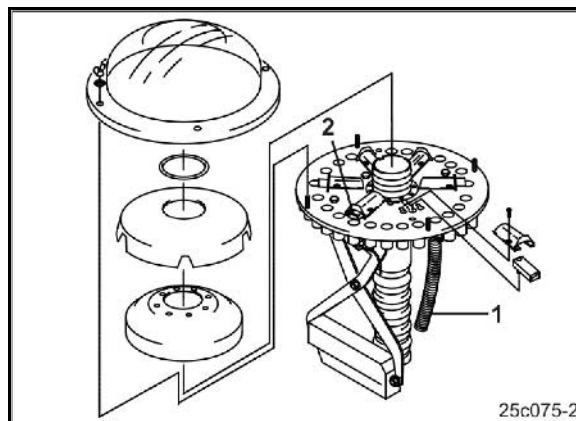

Рис. 117
В случае ненадобности заслонки (Рис. 117/2) деактивируйте.
5. Открутите болты (Рис. 117/1) lösen.
6. Удалите туннель заслонки (Рис. 117/2) entfernen.
7. Заслонка (Рис. 117/3) установлена, как изображено, в направляющей.
8. Поверните заслонку (Рис. 117/3) и вставьте в отверстие (Рис. 117/4).
9. Прикрутите шахту для заслонок (Рис. 117/2) на монтажной пластине.